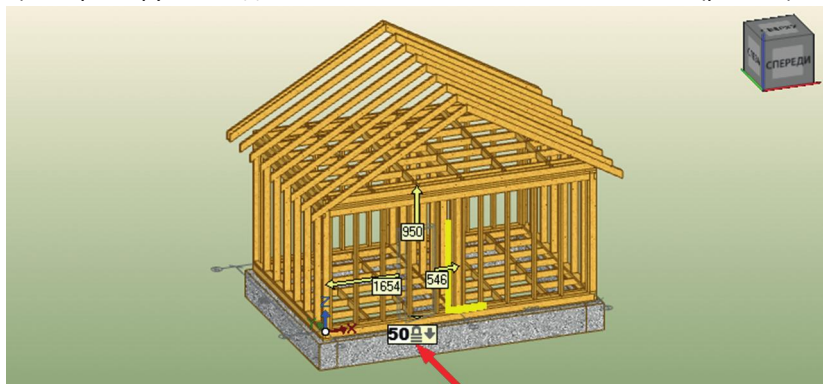

рис. 92
- в нижнем окошке резинки задайте **50** (проем будет поднят над осью стены на 50 мм) и зафиксируйте введенное значение нажатием клавиши **Tab** (рис. 92);